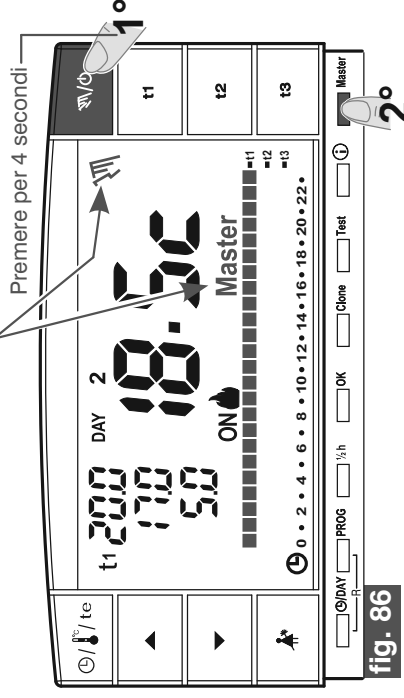

fig. 86
- Sul cronotermostato MASTER mantenere premuto il tasto "Master" (circa 4 sec.) per entrare in funzionamento manuale permanente; il simbolo "Master" diventa fisso (vedere dettagli al paragrafo 7.1/B) (esempio in fig. 86).